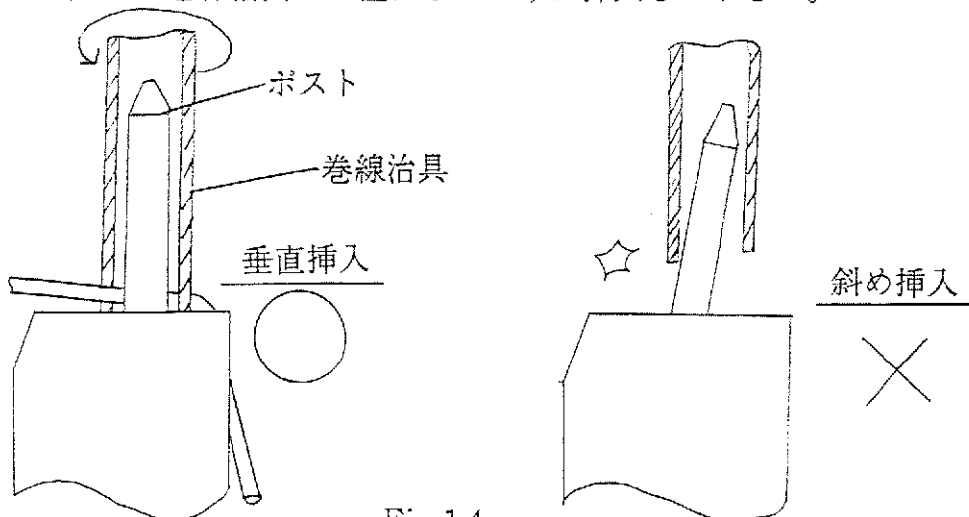

Fig.14
- ①マグネットワイヤーをFig.14に示すように巻線治具にて巻線致します。
- ②ポストに対して巻線治具を垂直になるように挿入して下さい。